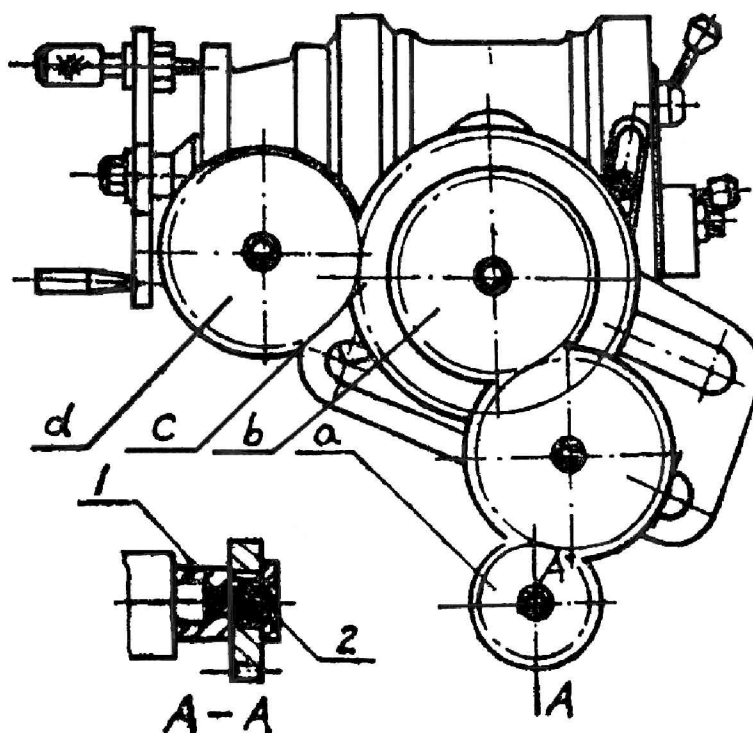

Рис. 4
Расположение шестерней показано на Рис. 4. Перед установкой шестерней, втулка (1), на которой установлена шестерня (a), должна быть соединена с винтом подачи станка, после чего болт (2) должен быть затянут.